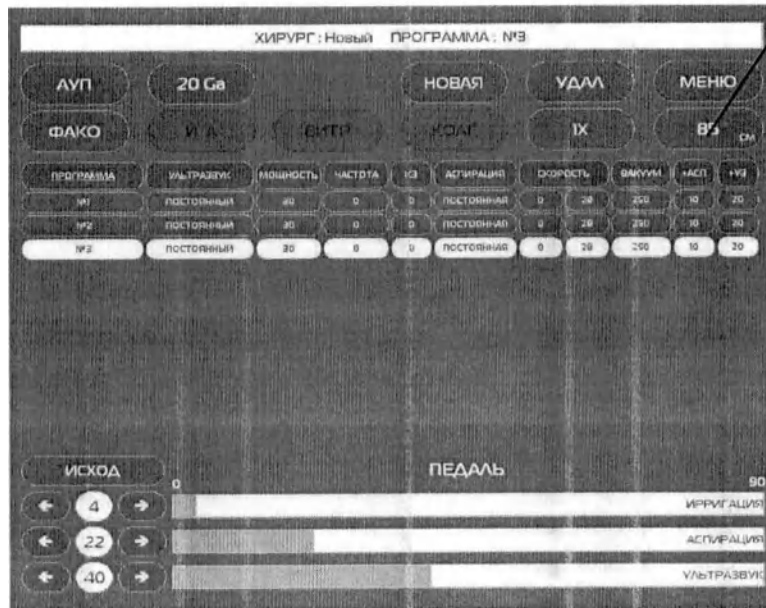

Рис.14.5. – Панель «НАСТРОЙКА» с выбором высоты стойки.
- Для каждой пользовательской программы настроек можно выставить свою высоту ирригационной стойки при помощи клавиши/табло «Стойка» (Рис. 14.5).